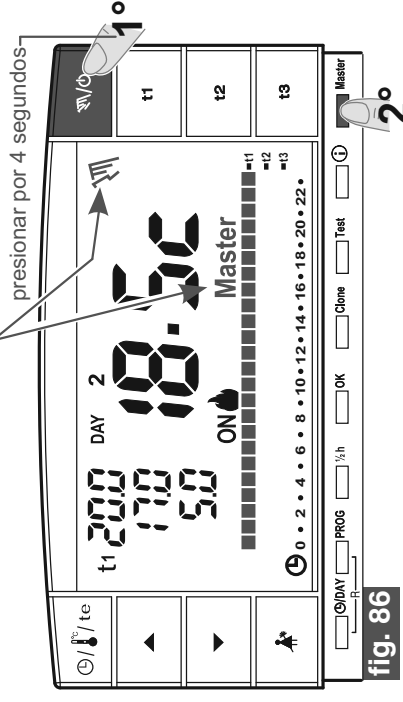

fig. 86
- en el cronotermostato MÁSTER pulsar por 4 seg. el botón “Máster” para el funcionamiento manual permanente; en la pantalla se enciende el símbolo “Máster” de funcionamiento manual (fijo) (ver detalles en el apartado 7.1/B) (ej. fig. 86). Pulsar por un instante el botón “Master”: en la pantalla se enciende el mensaje **Máster** (fijo).